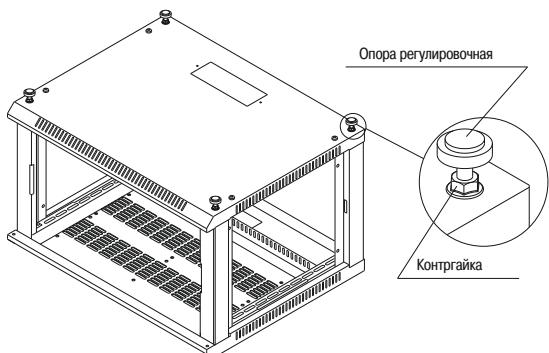

Рисунок 6
4.1.5 Если шкаф будет устанавливаться на горизонтальную поверхность, то вместо четырёх винтов M6×16 по углам дна вкрутите регулировочные опоры (рисунок 6) и зафиксируйте их контргайками.